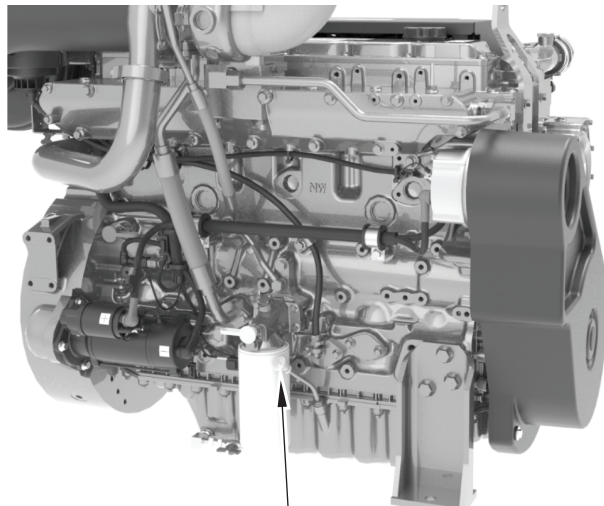

Figure 30
7. Versez la quantité correcte d'huile de graissage neuve dans le carter. Donnez le temps à l'huile de circuler jusqu'au carter. Retirez la jauge (figure 30, repère 1) et vérifiez que le niveau d'huile atteint le repère maximum. Ne dépassez jamais le repère maximum sur la jauge de niveau. Insérez la jauge correctement dans le tube de jauge.